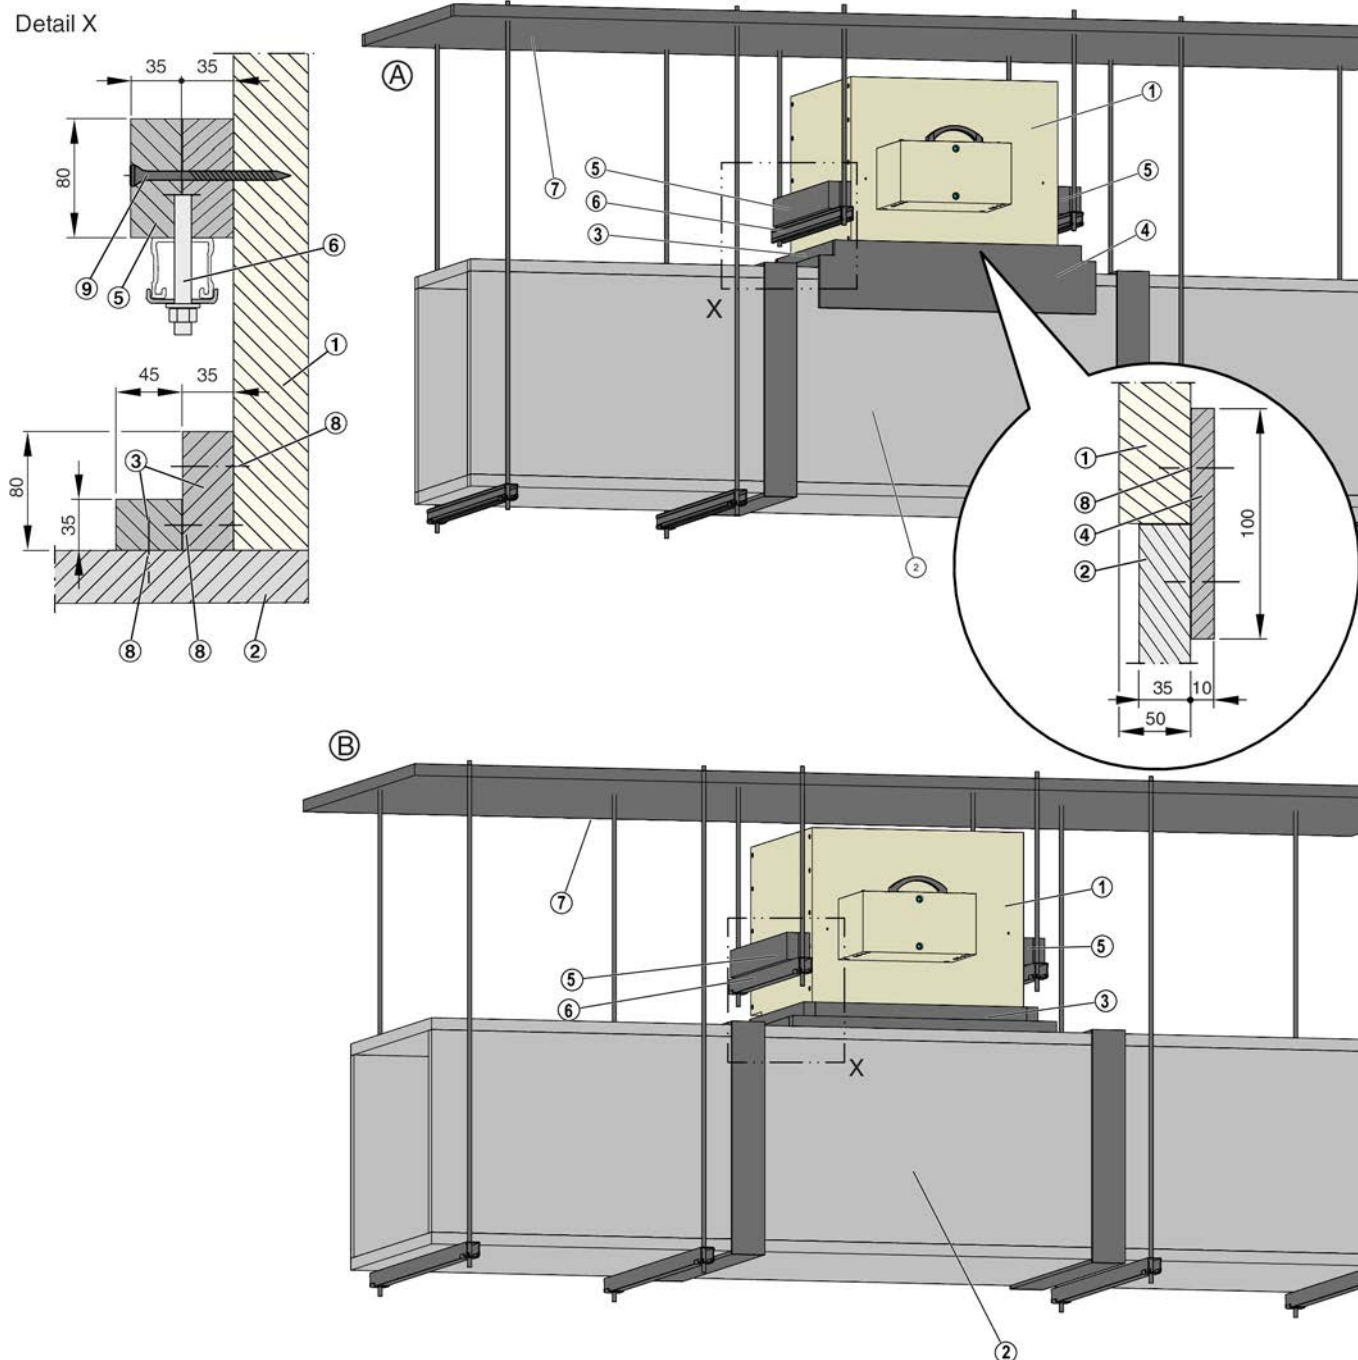

Fig. 22: Instalación horizontal en red de conductos para extracción de humo, índice de clasificación: hod
⑨ Tornillos para pared 4 × 100 mm
1. ▶ Fijar las tiras de refuerzo ( Fig. 22 /5) a ambos lados con tornillos para pared; (pre-taladrar con  $\varnothing 3 \text{ mm}$ ),  $\leq 100 \text{ mm}$  distancia entre tornillos, se deberán emplear como mínimo 2 tornillos.
4. ▶ Conectar el conducto para extracción de humo a la compuerta mediante una sección en ángulo ( Fig. 22 /3) entre el conducto y la compuerta. Aplicar pegamento en las juntas de las secciones en ángulo, en los conductos para extracción de humo y en la compuerta para control de humo, unir las partes con grapas de acero, a una distancia de  $\leq 150 \text{ mm}$ .